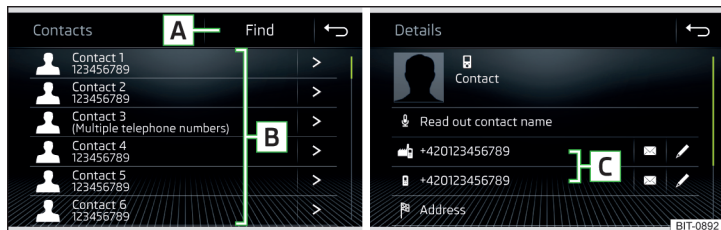
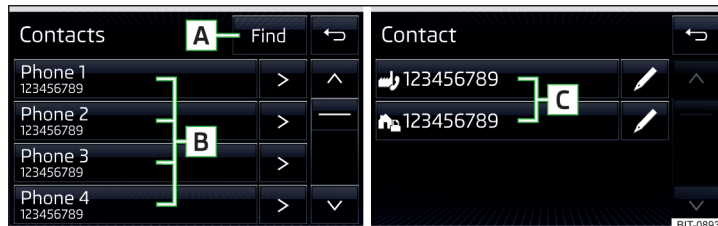

Fig. 165 Amundsen, Bolero: Lista contactelor telefonice/detaaliile contactului
Fig. 166 Swing: Lista contactelor telefonice/detaaliile contactului
- ▶ În meniul principal *Telefon*, atingeți suprafața de comandă funcții Apăsăți ☞, se afișează o listă a contactelor telefonice » fig. 165, respectiv » fig. 166.